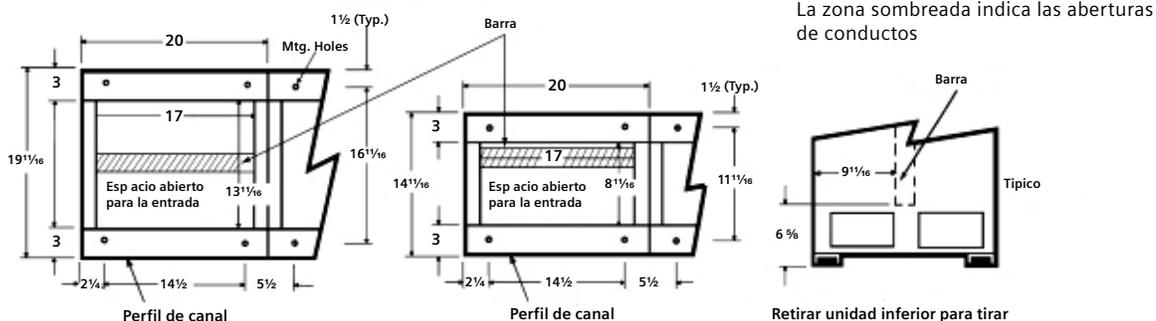

Figura 6. Posición del perno de anclaje y entrada inferior de conductos: 15" 20"
3.4 Los centros de control de motores pueden montarse con sistemas de fijación muy diversos, como anclajes expansivos de tornillo, anclajes hormigonados in situ, anclajes fijados con pistola o insertos roscados. Consulte la figura 6 para ver la ubicación de los pernos de anclaje. El patrón de pernos depende del ancho, la profundidad y la ubicación del bastidor en la alineación. Consulte el detalle de montaje de la estructura que se incluye en el plano guía de disposición L1. Debe verificarse la coordinación entre los pernos y el CCM antes de intentar realizar la instalación. Se recomienda utilizar insertos expandibles en orificios pretaladrados o pernos en 'L' prehormigonados.
Otro método de montaje alternativo puede ser soldar la base de acero o los perfiles de canal a una placa de suelo de acero. Consulte la figura 6 para obtener más información.